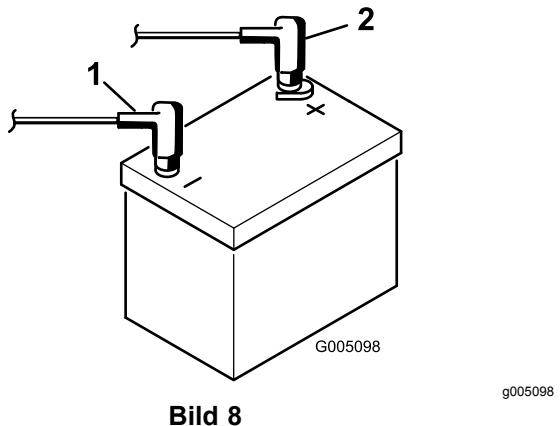

Bild 8
9. Schließen Sie zuerst das Pluskabel (Rot) am Pluspol (+) des Akkus und dann das Minuskabel (Schwarz) am Minuspol (-) des Akkus an; befestigen Sie sie mit den Schrauben und Muttern (Bild 8). Ziehen Sie die Gummimuffe über den Pluspol, um Kurzschlüsse vorzubeugen.